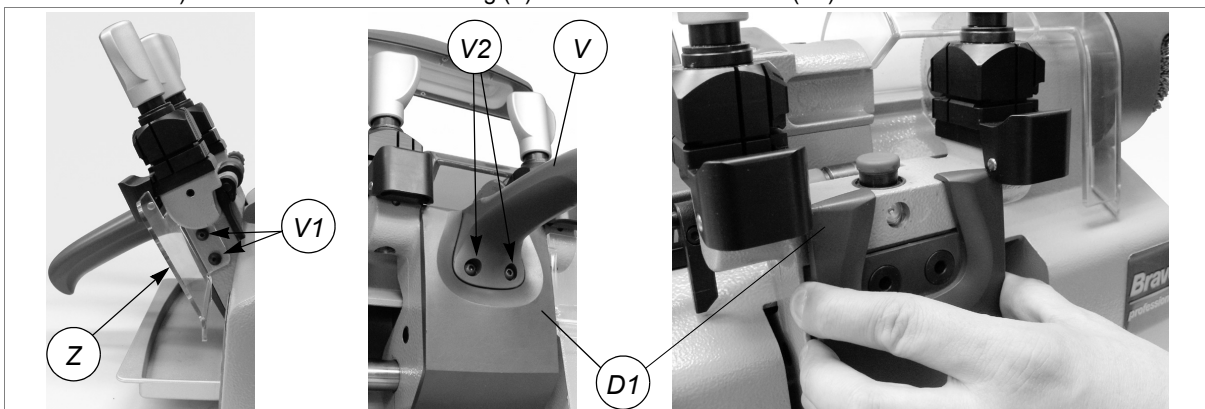
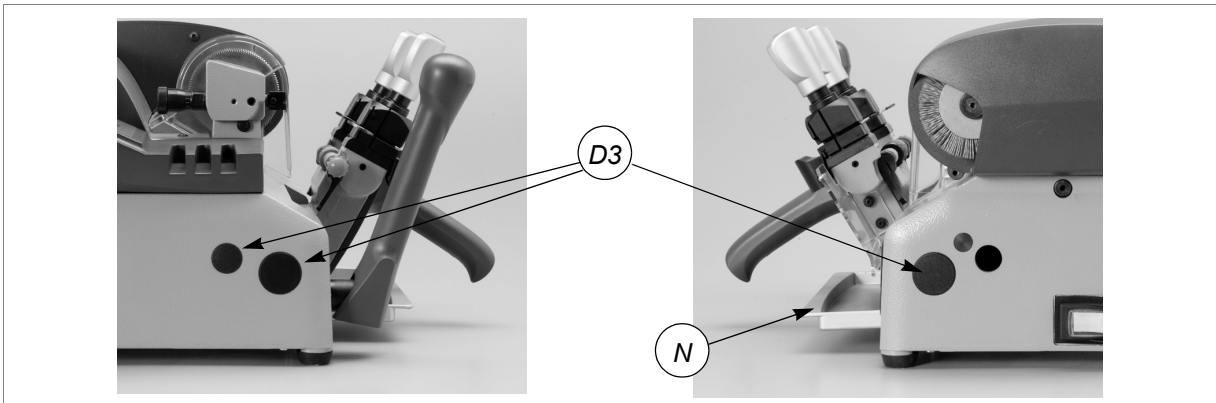
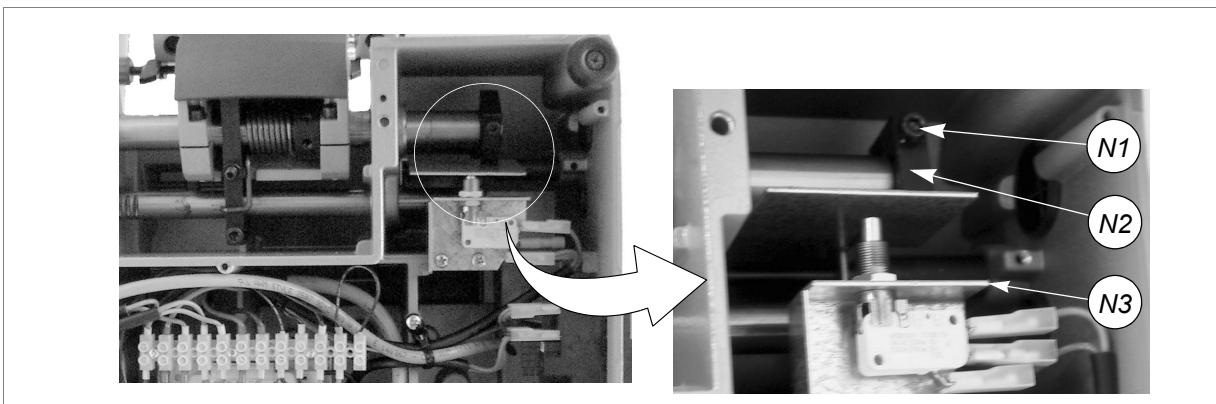

Fig. 45
Fig. 47
Fig. 48
- 2) Draai de 2 schroeven (V1) los en verwijder de bramenafscherming (Z) (fig.45).
- 4) Draai de 2 schroeven (V2) van de handgreep van de slede (V) los (fig.45).
- 5) De handgreep (V) kan u verwijderen door hem eerst lichtjes omhoog te brengen en dan weg te schuiven.
- 8) Verwijder de doppen (D3) van de machinebasis (fig.47, pag.29).
- 9) Verwijder het bramenopvangbakje (N).
- 11) Draai de 7 schroeven (W) en 2 steunpootjes (W1) los en verwijder de onderste afscherming (W2) (hfst.7.8, pag.22).
- 12) Draai de schroef (N1) van de nok (N2) los (fig.48, pag.29) verschuif de nok naar rechts toe en verwijder hem.
- 18) Installeer de nok (N2) terug: zorg ervoor dat hij het plaatje (N3) duwt tegen de microscharnelaar en deze ingedruwd blijft; draai de schroef (N1) vast (fig.48, pag.29).